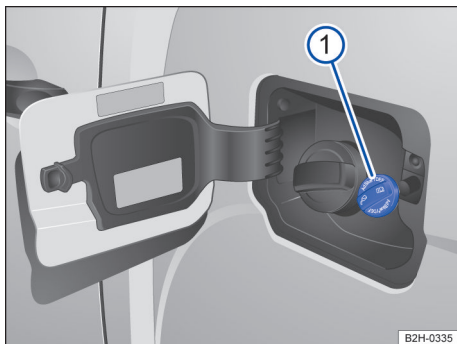

Fig. 151 Detrás de la tapa del depósito de combustible: tapón de la boca de llenado de AdBlue.
La boca de llenado de AdBlue® se encuentra detrás de la tapa del depósito de combustible, junto a la boca de llenado de este → fig. 151 ①.